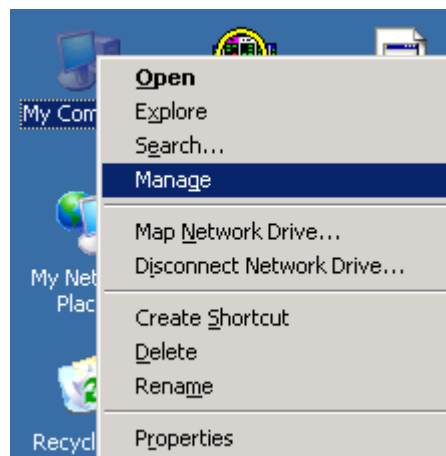

Imagen 38
1.- Una vez que realizas la conexión remota y estes ubicado en el escritorio nos desplazaremos para hacer clic con el botón derecho en **My Computer** y en **seguida clicaremos la opción→manage**, como se puede apreciar en la siguiente imagen (**Imagen 38**):